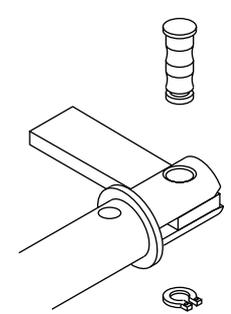

Fig. 7
- Befestigen Sie den Antrieb an die vordere Antriebsbefestigung (Abb. 7).